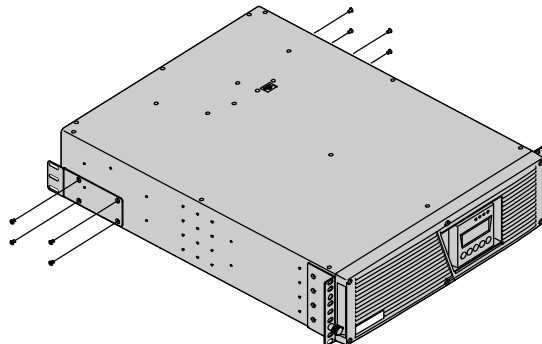

Рисунок 8. Установка задних прижимных скоб
- 11. Опции.** Установите задние прижимные скобы (включенные в комплект направляющих), если вам необходимо сдвинуть корпус стойки с уже установленным в ней ИБП (см. Рисунок 8).